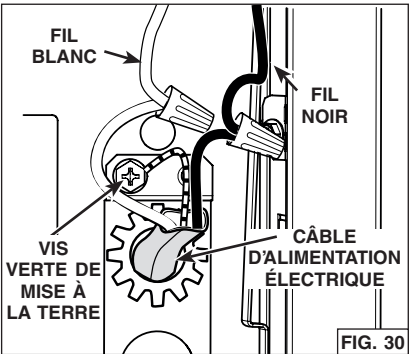

FIG. 30
1. À l'aide de capuchons de connexion appropriés (non inclus), connecter les fils du câble d'alimentation électrique aux fils de la hotte comme suit: le fil NOIR au fil NOIR, le fil BLANC au fil BLANC et le fil VERT ou dénudé à la vis VERTE de mise à la terre (FIG. 30).